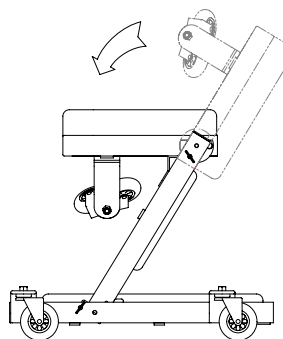

Figure 8 - Configuration à siège levé
2. Retirez la goupille de verrouillage du bâti médian et faites pivoter ce dernier vers l'avant. Insérez la goupille de verrouillage. Retirez la goupille de verrouillage du bâti de tête et faites pivoter ce dernier vers l'arrière tel qu'illustré à la figure 8. Ajustez les supports à charnière des roulettes au besoin. Il s'agit de la configuration à siège relevé.